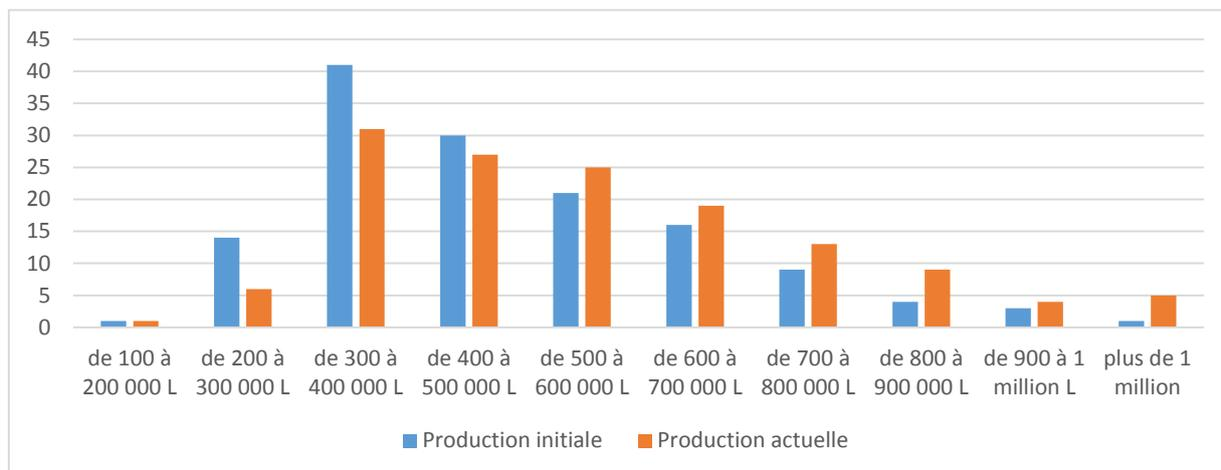

Figure 4: évolution de la répartition des profils de production laitière annuelle des éleveurs enquêtés
Concernant les éleveurs ayant mis en place leur matériel depuis plus de 2 ans, **81% des exploitations enquêtées ont indiqué avoir augmenté leur production laitière**. Cette augmentation se chiffre en moyenne à plus de **72 000 litres produits par an**, soit environ 200 litres supplémentaires produits par jour (figure 4). 17% de ces éleveurs ont également **modifié leur machine à traite**, pour la majorité en **augmentant le nombre de postes de leur machine (20)**, en mettant en place un **décrochage automatique (3)**, ou en passant en **traite robotisée (1)**.